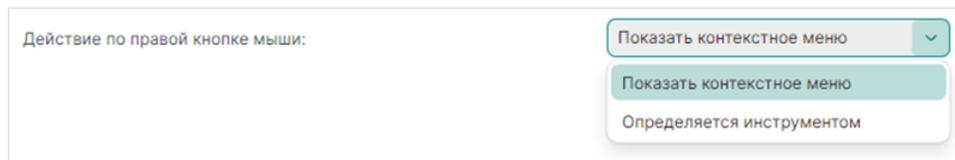

Рис. 78 Доступные действия по правой кнопке мыши
- «Действие по правой кнопке мыши» – выбор действия, которое будет совершаться по нажатию правой кнопки мыши, см. Рис. 78.